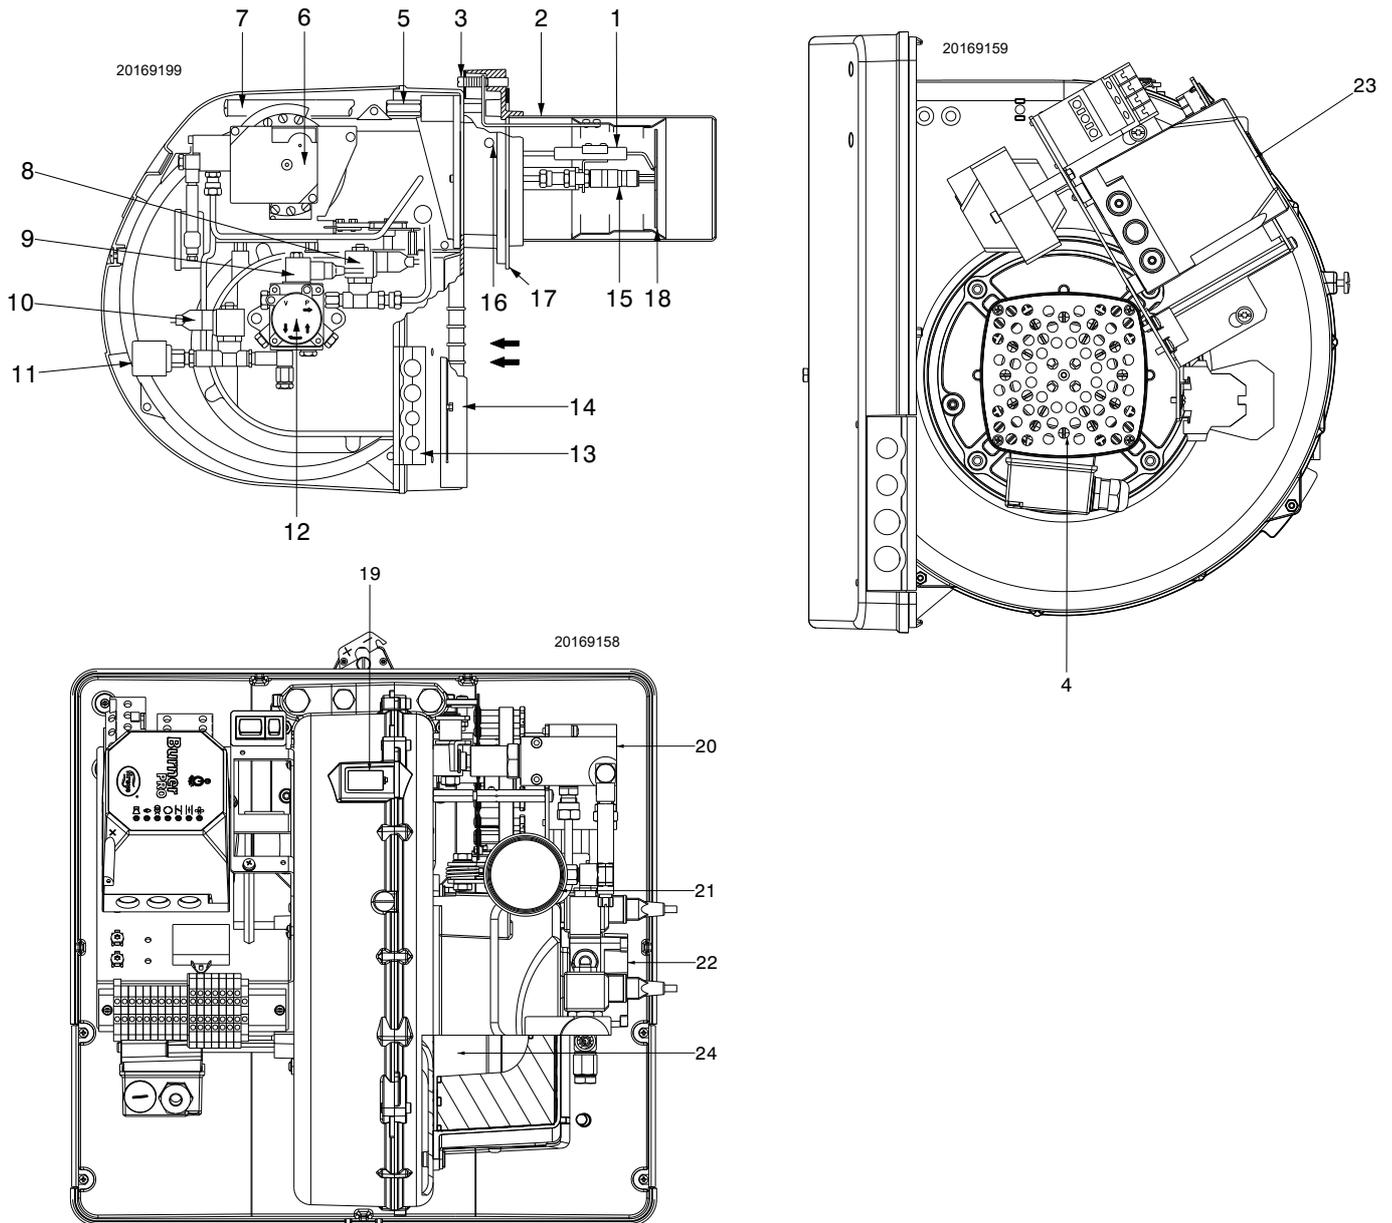

Fig. 4
- **Bloqueo caja de control:** la iluminación del pulsador (**led rojo**) de la caja de control 23)(Fig. 4) indica que el quemador está bloqueado. Para desbloquear, oprimir el pulsador durante un tiempo comprendido entre 1 y 3 segundos).